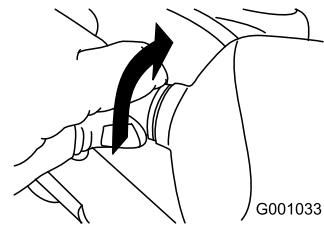

Figura 53
2. Gire la base de la lámpara en sentido antihorario hasta que se bloquee (Figura 53).